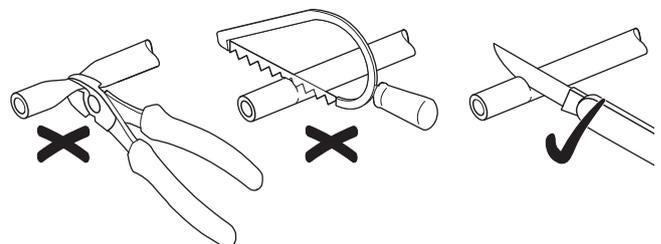

Abb. 46
- Beim Ablängen der Kraftstoffleitung ein scharfes Messer benutzen, dabei eine Quetschung des Schlauchs vermeiden (Abb. 46).